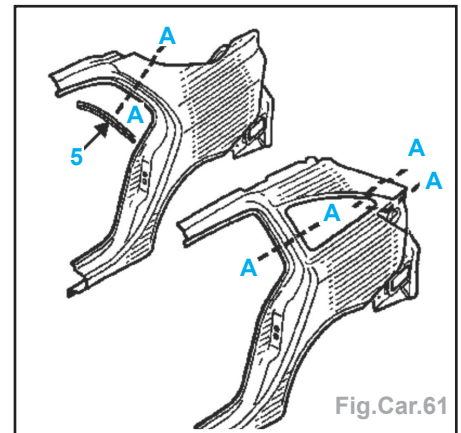

Fig.Car.61
- le support joint de double étanchéité arrière (5) (Fig.Car.61).